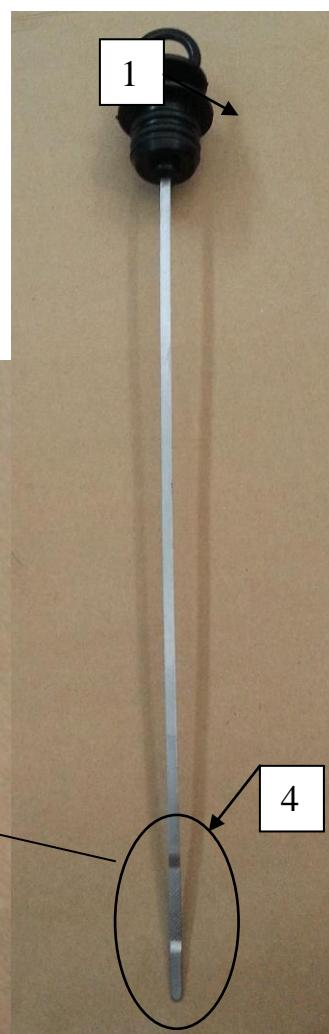

Рисунок 20 - Проверка уровня масла в двигателе
- на двигателе открутите щуп 1 (рисунок 20);